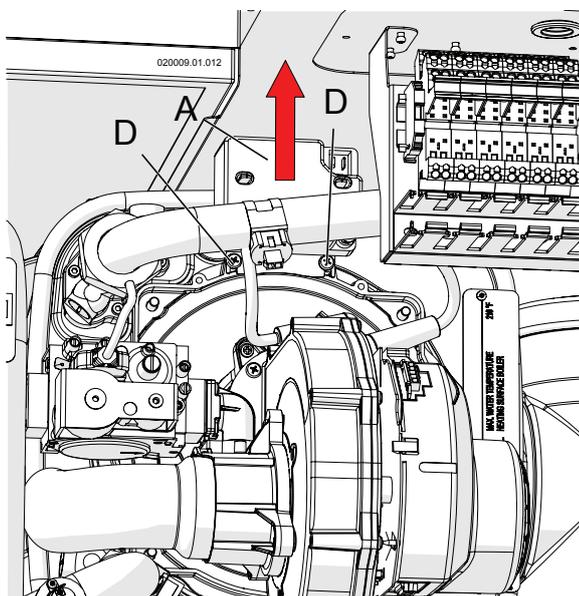

Figura 8-3
- 4.- svitare le viti "D" di Figura 8-3;
- 5.- smontare il generatore di scintille A di-Figura 8-3;